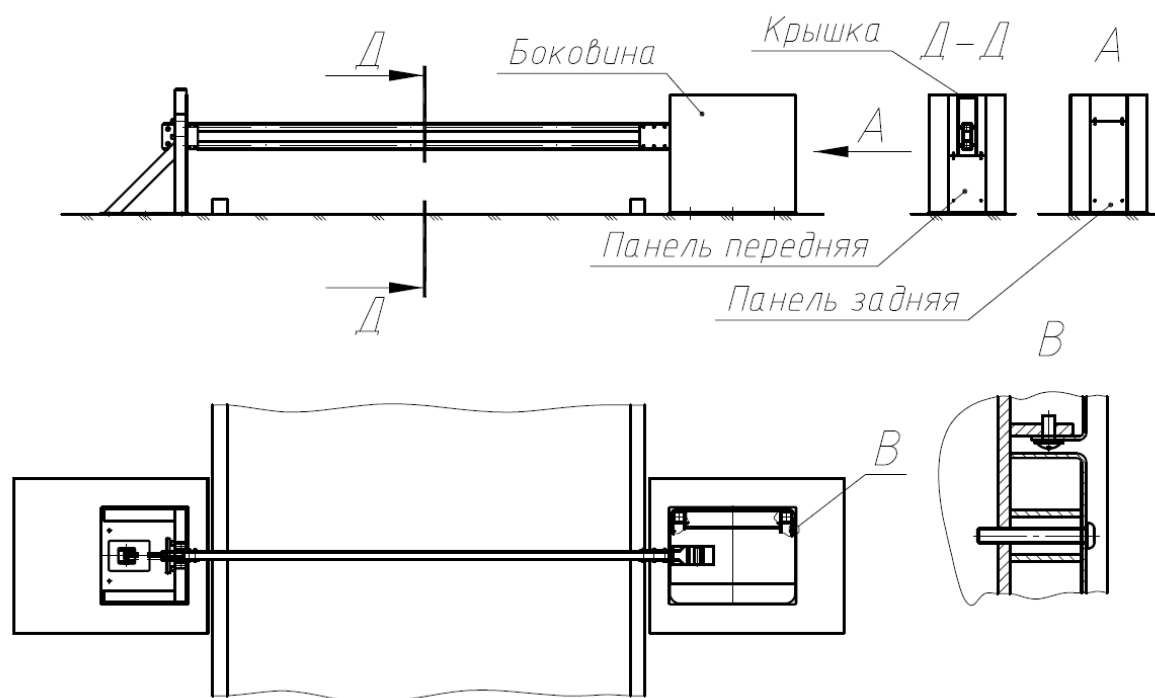

рис.6
1.1.18 Установить с помощью винтов декоративные кожухи (рис. 6).